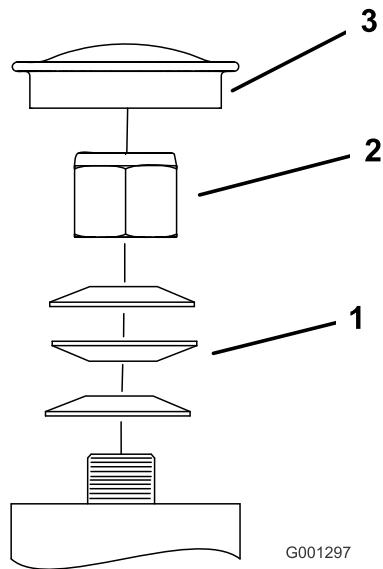

Bild 59
3. Entfernen Sie den Staubdeckel vom Laufrad und ziehen Sie die Sicherungsmutter an (Bild 59).
4. Ziehen Sie die Sicherungsmutter so weit fest, dass die Federscheiben flach liegen und schrauben dann um Viertelumdrehung zurück, um die Lager richtig vorzuspannen (Bild 59).
- Wichtig:** Achten Sie darauf, dass die Federscheiben richtig eingesetzt sind, siehe Bild 59.
5. Setzen Sie den Staubdeckel auf (Bild 59).